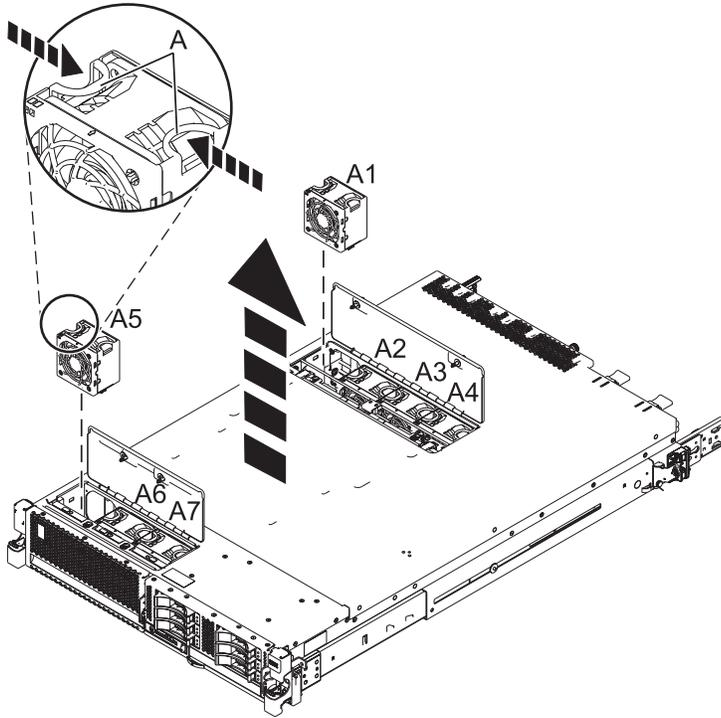

Figura 1. Removendo um Ventilador do 8231-E2B, 8231-E1C, 8231-E1D, 8231-E2C, 8231-E2D ou 8268-E1D
- a. Alimente o cabo do compartimento do ventilador por meio da abertura na parede do chassi, conforme mostrado na Figura 1.
- c. Aperte os dois parafusos (A) no sentido horário na parte inferior do compartimento do ventilador.
- d. Instale o parafuso (B) na parte superior do compartimento do ventilador.
- g. Aperte os dois parafusos (C) no sentido horário e coloque os anéis na posição horizontal.